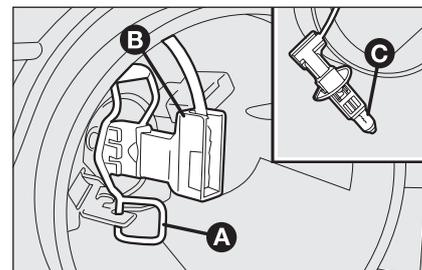

fig. 20
- sganciare la molletta fermalampada **A**-fig. 20;